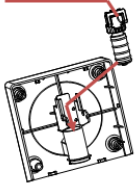

Abbildung 1
① obere Abdeckung der Einspeiseöffnung	⑤ Griffende
② Basis der Einspeiseöffnung	⑥ Dichtungsring
③ Verschlussstopfen der Einspeiseöffnung	⑦ Dichtungsring der Einspeiseöffnung
④ Griff	⑧ Abdeckung der Einspeiseöffnung
1. Fügen Sie ① in ② ein, wie in Abbildung 1 dargestellt.
Führen Sie die Schritte von Abbildung 1 bis Abbildung 8 in umgekehrter Reihenfolge aus.